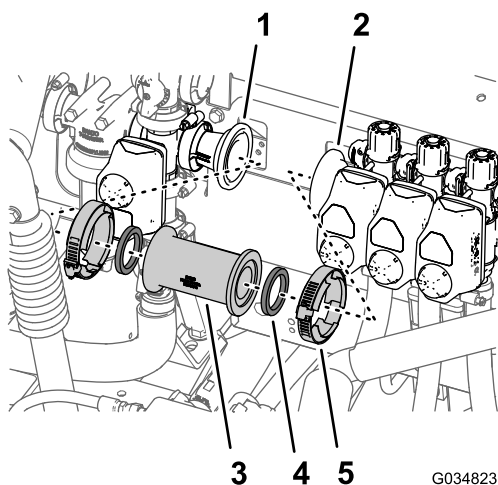

図 34
るフランジクランプ2個を外す 図 34。
- B. 機体から、ストレートカップラとガasket 2 枚を外す 図 34。